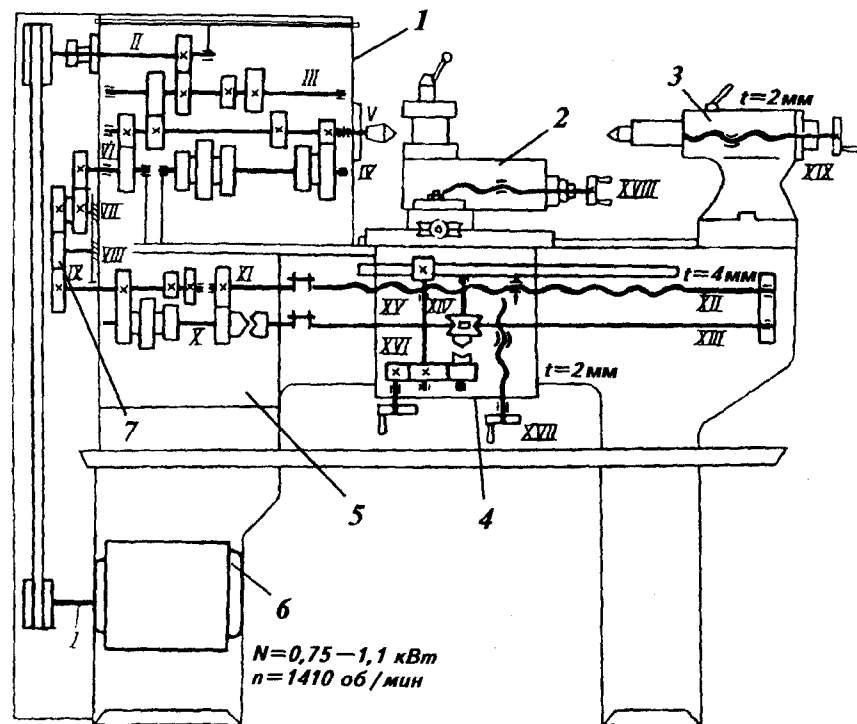

Рис. 63. Кинематическая схема токарно-винторезного станка ТВ-6:
На рис. 62 показан общий вид школьного токарно-винторезного станка ТВ-6, а на рис. 63 — его кинематическая схема.
Точение деталей осуществляется за счет срезания резцом стружки с вращающейся заготовки. Вращательное движение заготовки называют *главным*. Главное движение обеспечивается за счет передачи движения по цепочке (рис. 63): двигатель — ременная передача — коробка скоростей — шпиндель с патроном и заготовкой.
2. Рассмотрите кинематическую схему токарно-винторезного станка ТВ-6 (рис.63) и разберитесь, каким образом передается от электродвигателя главное движение заготовке и движение подачи инструменту.